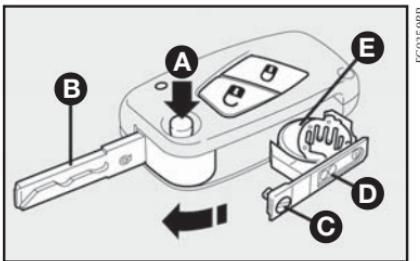

fig. 4
- apertar o botão A-**fig. 4** e colocar o encaixe metálico (B) na posição de abertura;
- utilizando uma chave de fenda de ponta fina, girar o dispositivo de abertura (C) e retirar a caixinha da bateria (D);
- substituir a bateria (E) respeitando as polaridades indicadas;
- recolocar a caixinha na chave e travá-la, girando o dispositivo (C).